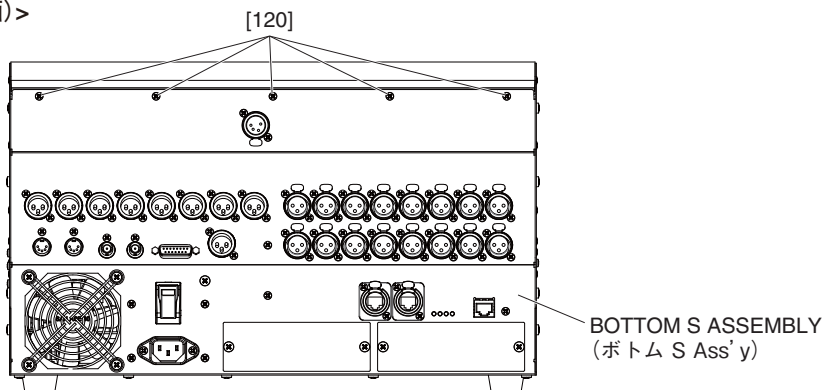

Fig. 2 (図2)
The side pad assembly L can then be removed. (Fig. 2)
The side pad assembly R can then be removed. (Fig. 2)
* **Remove the side pad assembly L, R in the direction of the arrow in Fig. 2.**
1-1-1 [150]の六角孔付ボルト3本を外して、サイドパッド Ass'y Lを外します。(図2)
1-2-1 [170]の六角孔付ボルト3本を外して、サイドパッド Ass'y Rを外します。(図2)
※ サイドパッド Ass'y L, Rを取り外す際は、図2で示す矢印の方向へ外します。
- 2-2 Remove the twenty four (24) screws marked [120] and two (2) screws marked [130]. (Fig. 2)
- 2-2 [120] のネジ 24 本と [130] のネジ 2 本を外します。(図 2)
- 3-3 The lithium battery on the CPUQL circuit board can be replaced. (Fig. 2, 4)
- 3-3 CPUQL シート上より、リチウム電池を交換することができます。(図 2、4)